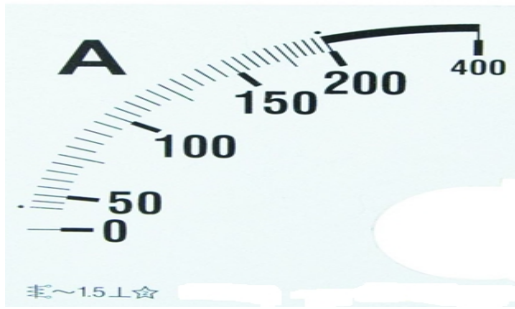

Рис.5
4. Заполните таблицу 1 для рис.5